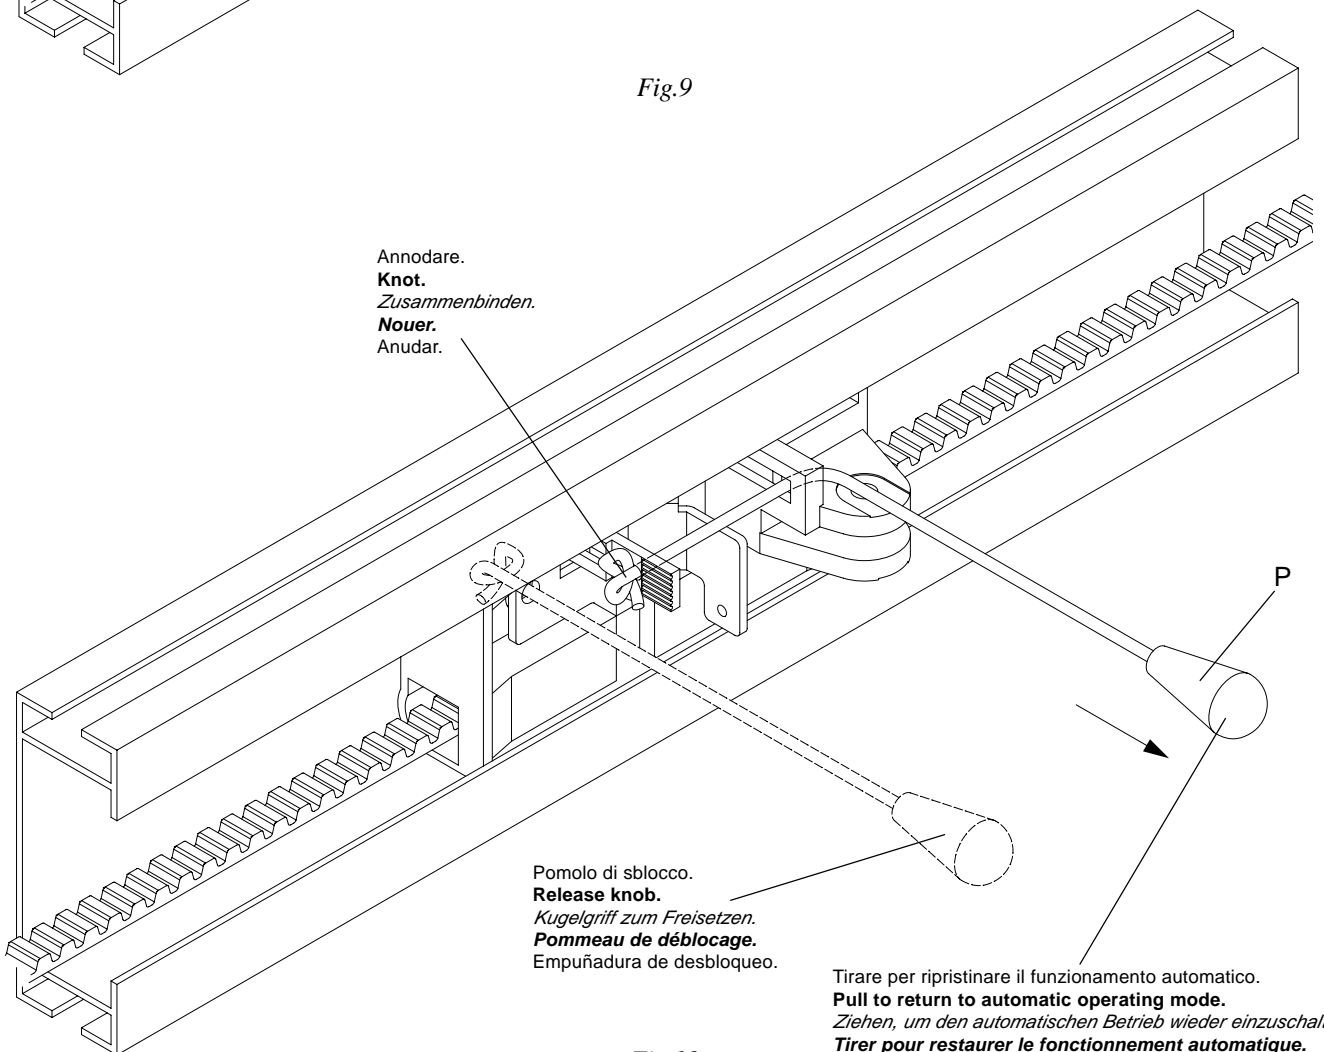

Fig.10
Se l'automazione si trova ad un'altezza da terra tale che la leva L non possa essere raggiunta agevolmente, utilizzare un altro cordino con pomello (fig.10).
**If the height at which the system is fitted renders the level L difficult to reach, use another cord with knob (fig. 10).**
*Falls die automatische Vorrichtung zu hoch installiert ist und vom Boden nicht leicht erreicht werden kann, eine Schnur mit Kugelgriff verwenden (Abb. 10).*
**Si l'automatisme se trouve à une hauteur du sol telle que le levier L ne peut pas être atteint facilement, servez-vous d'un autre cordon muni d'un gland (fig.10).**
Si la automatización se encuentra a una altura con respecto al suelo tal que no se logre alcanzar fácilmente la palanca L, utilizar otro cordelillo con empuñadura (fig.10).